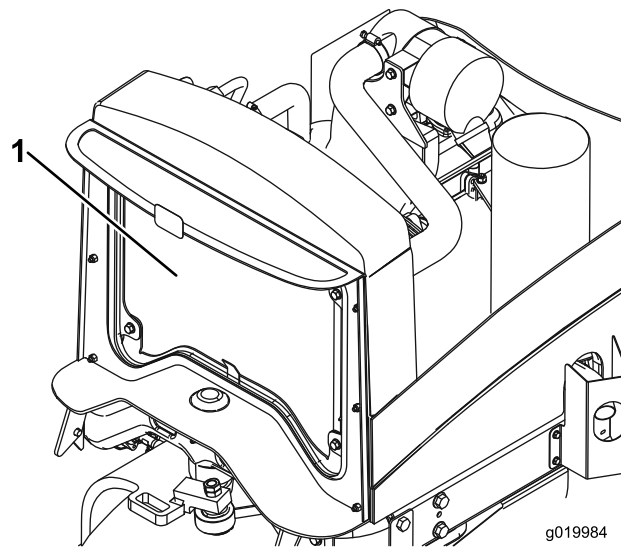

Figura 52
2. Limpe os dois lados do radiador/refrigerador de óleo com água ou ar comprimido (Figura 52).